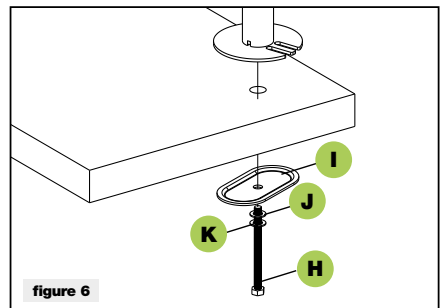

figure 6
3. Position the pole (a) on the mounting surface and secure using the support plate (i), M10 washer (j), spring washer (k) and M10 bolt (h). Fasten the M10 bolt using provided wrench (o), see figure 6.
3. Das Rohr (a) auf der Montagefläche positionieren und mithilfe der Haltescheibe (i), der Unterlegscheibe M10 (j), der Federscheibe (k) und der Schraube M10 (h) fixieren. Die Schraube M10 mit dem mitgelieferten Schlüssel (o) festziehen, wie in Abbildung 6 gezeigt.
3. Placer le tube (a) sur la surface de montage et le fixer en utilisant la plaque de support (i), la rondelle M10 (j), la rondelle élastique (k), et l'écrou M10 (h). Serrer la vis M10 à l'aide de la clé fournie (o), conformément à la figure 6.
3. Posicionar el tubo (a) sobre la superficie de montaje y sujetarlo usando la placa de soporte (i), la arandela M10 (j), la arandela elástica (k) y el tornillo M10 (h). Apretar el tornillo M10 usando la llave incluida (o), como en la ilustración 6.
3. Umieścić rurę (a) na powierzchni montażowej i umocować ją za pomocą płytki wspierającej (i), podkładki M10 (j), podkładki elastycznej (k) i śruby M10 (h). Dokręcić śrubę M10 kluczem (o) znajdującym się na wyposażeniu, jak pokazano na rys. 6.